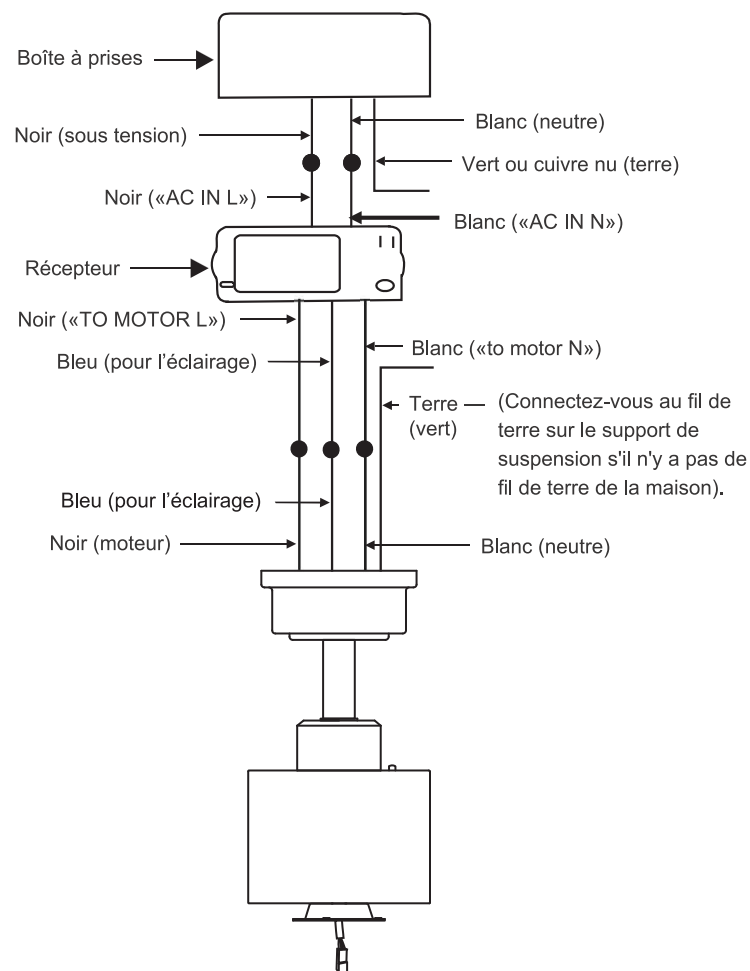

Fig. 14
### Étape 2. Connexions électriques entre le moteur et le récepteur : (Fig.14)
**Étape 3. (Fig.14)** Connexions entre récepteur et fils d'alimentation du domicile : Connectez le fil noir (chaud) du plafond au fil noir marqué "AC in L" du récepteur. Connectez le fil blanc (neutre) du plafond au fil blanc marqué "AC IN N" du récepteur. Sécurisez les connexions de fils avec les connecteurs en plastique (fournis).
**Étape 4. (Fig.14)** Si la boîte à prises a un fil de masse (vert ou cuivre nu), le connecter aux fils de mise à la terre du ventilateur : s'il n'y a pas de fil de terre, connectez le fil de terre du support de suspension au support de montage. Sécurisez la connexion du fil avec l'écrou en plastique (fourni). Après avoir connecté les fils, séparez-les de sorte que les fils verts et blancs se trouvent sur un côté de la boîte à prises et les fils noirs et bleus de l'autre côté. Introduisez prudemment les raccordements des fils dans la boîte à prises.